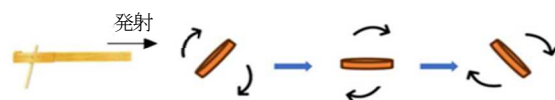

図4：縦回転しながら飛行する輪ゴムの様子
① 発射された輪ゴムは、縦回転（図4参照）をしながら飛行することが多い。